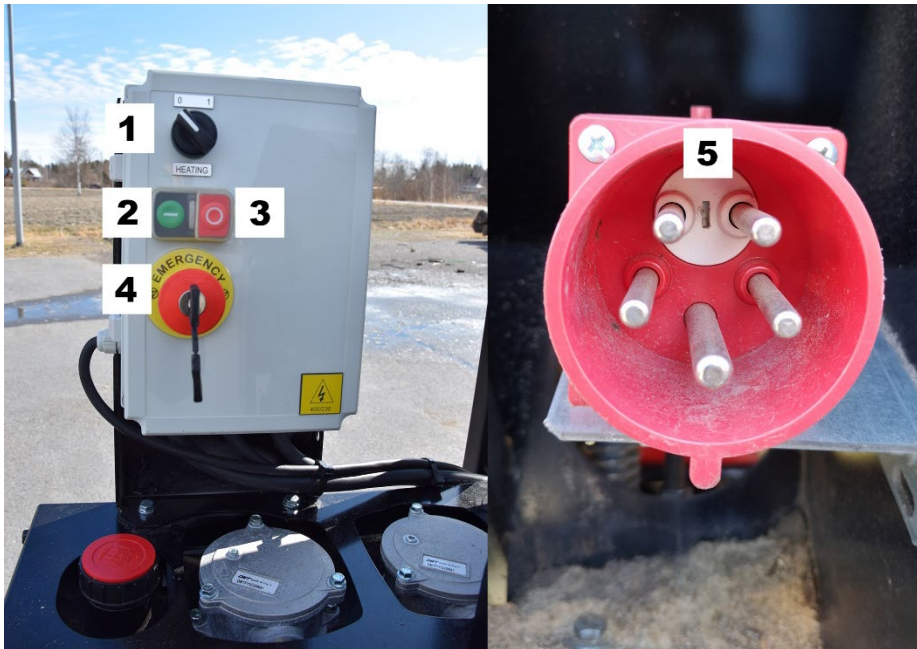

Abbildung 18
- ❑ Um den Förderer zu schwenken, lösen Sie das Spanneisen, indem Sie es mit dem Fuß niederdrücken, Abb. 18, und drehen Sie den Förderer mit der Hand in die gewünschte Richtung.